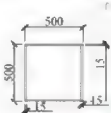

图 7-102
**步骤3:** 使用偏移工具 $\parallel$ , 对分解的矩形进行偏移, 如图7-102所示。